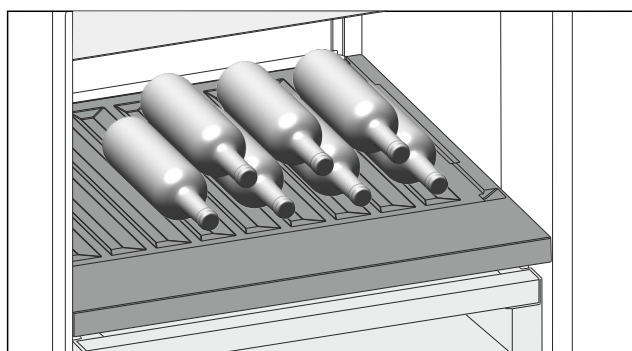

Fig. 117
- Placer les bouteilles avec le fond orienté vers la paroi arrière de l'appareil. (voir Fig. 117)